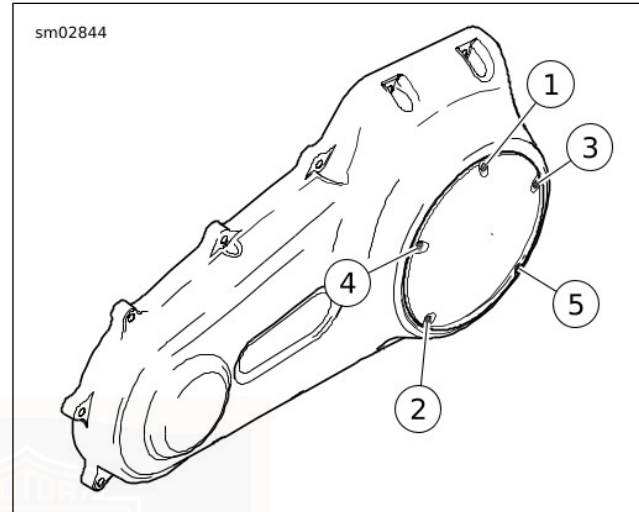

Abbildung 47. Anzugsreihenfolge für Kupplungsinspektionsdeckel
- c. Den Inspektionsdeckel mit Schrauben und unverlierbaren Unterlegscheiben (3) sicher befestigen.
- d. Siehe Abbildung 47. In der dargestellten Reihenfolge auf ein Drehmoment von 9,5–12,2 N·m (84–108 **in-lbs**) anziehen.